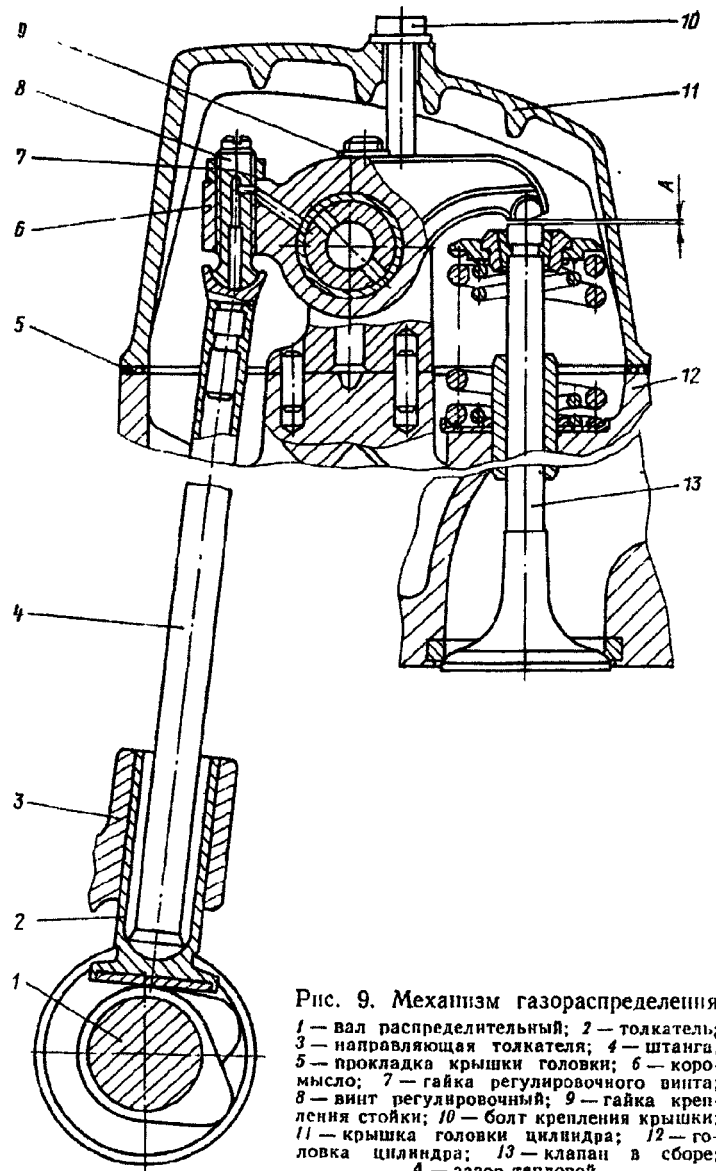
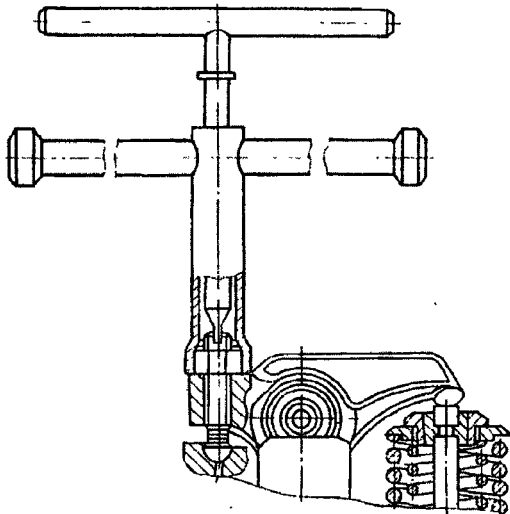

Рис. 9. Механизм газораспределения
Рис. 11. Приспособление И801.14.000 для регулирования клапанов двигателя
9. Выверните болты 10 (рис. 9) крепления крышек головок цилиндров и снимите крышки 11 с прокладками 5	Ключ 13 мм
17. Установите штанги 4 (см. рис. 9) толкателей 2, вверните регулировочные винты 8 с моментом 33,3—41,1 Н·м (3,4—4,2 кгс·м)	Отвертка, динамометрический ключ
20. Установите на головки цилиндров стойки коромысел в сборе с коромыслами 6 (см. рис. 9) и фиксаторами коромысел, заверните гайки 9 крепления стоек с моментом 41,1—51,9 Н·м (4,2—5,4 кгс·м)	Ключ 17 мм, зубило, молоток, динамометрический ключ, головка сменная 17 мм
21. Приспособлением И801.14.000 (рис. 11) отрегулируйте тепловые зазоры А (см. рис. 9) в клапанном механизме.	Приспособление